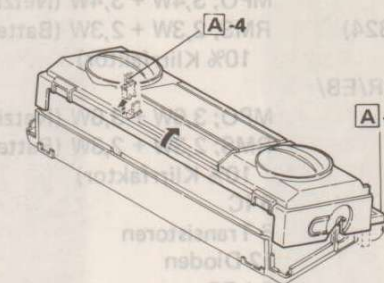

Figure 6-2
4. Raise up the handle as shown in Figure 6-2, and pull out the front cabinet by holding its both sides. At the time, disconnect the speaker socket from the audio P.W.B.
4. Den Handgriff wie in Abbildung 6-2 gezeigt aufstellen, das vordere Gehäuse an beiden Seiten festhalten und herausziehen.
4. Mettre la poignée en position verticale de la manière indiquée sur la Figure 6-2 et tirer du coffret en la maintenant des deux côtés. Déconnecter ensuite la douille de haut-parleur de la PMI audio.